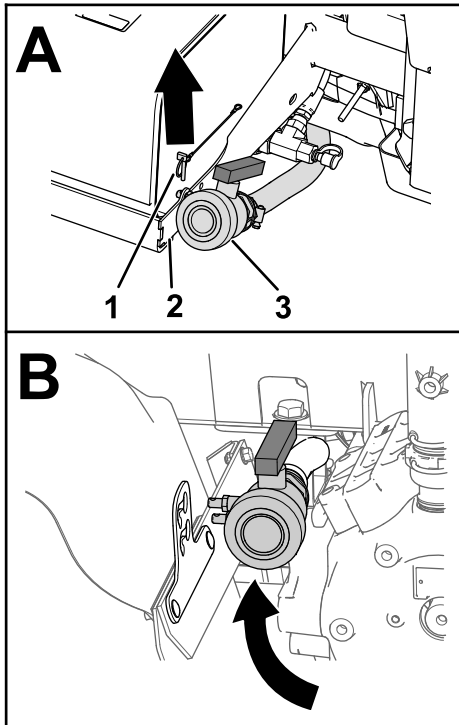

図 13
1. ドレンバルブをタンクブラケットに固定しているリンチピンを抜く 図 13。